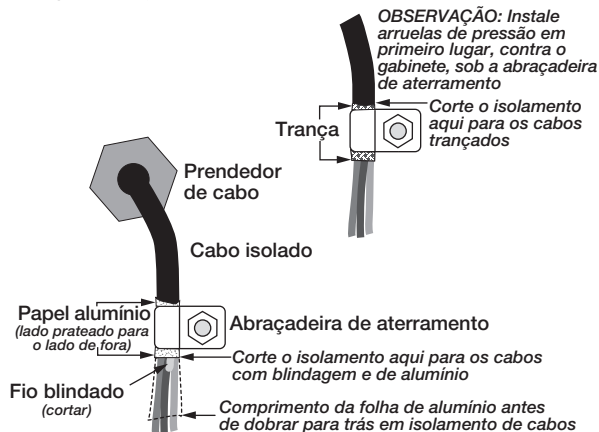

Figura 2-2. Conexão da Abraçadeira de Aterramento ao Cabeamento com Blindagem Trançada e de Alumínio
- Para cabos com blindagem de alumínio, descasque 15 mm (meia polegada) do isolamento e do alumínio do cabo após a abraçadeira de aterramento (veja a Figura 2-2). Dobre a blindagem de alumínio novamente sobre o cabo onde ele passa pela abraçadeira. Verifique se o lado prateado (condutor) do alumínio esteja voltado para fora para que faça contato com a abraçadeira de aterramento.
- Para cabos com blindagem trançada, descasque o isolamento e a blindagem logo após a abraçadeira de aterramento. Descasque outros 15 mm (meia polegada) do isolamento *somente* para expor a trança onde o cabo passa pela abraçadeira (veja a Figura 2-2).
- Roteie os cabos descascados através dos prendedores e abraçadeiras. Verifique se as blindagens estão em contato com as abraçadeiras de aterramento como mostrado na Figura 2-2. Aperte as porcas da abraçadeira de aterramento.